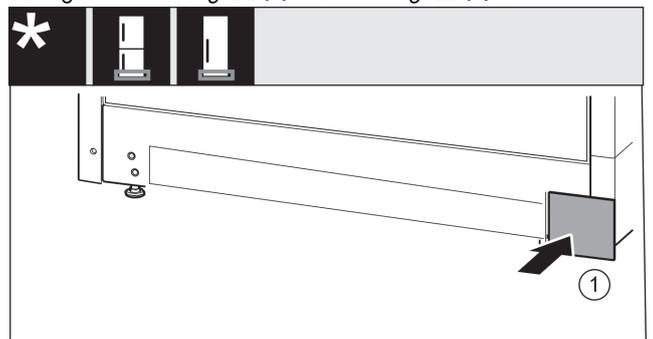

Fig. 22
- Riapplicare la copertura Fig. 22 (1) sull'altro lato.